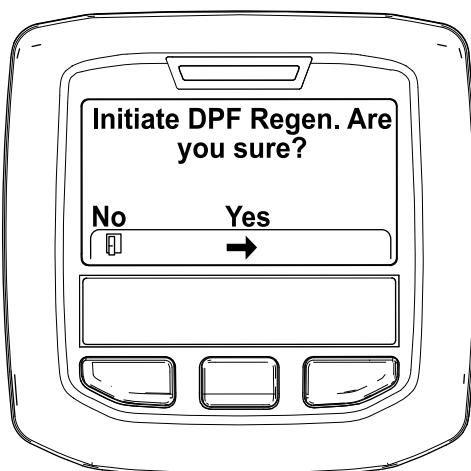

図 39
4. Initiating DPF Regen DPF 再生開始 Are you sure?というメッセージが表示されるので、中央ボタンを押す図 39。